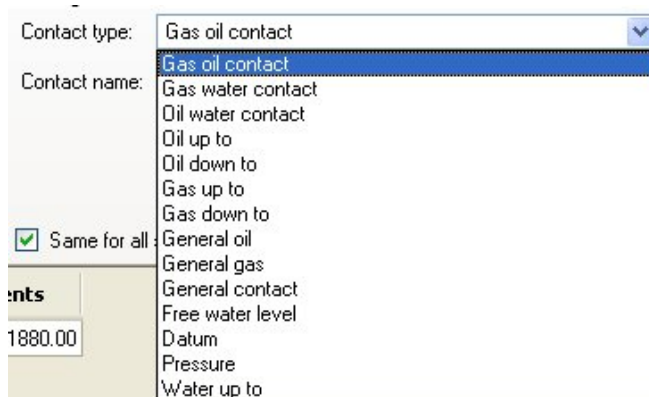

Рисунок 21. Ниспадающее меню окна процесса Make Contacts
3. Выберите вид контакта в ниспадающем меню (рис. 21).